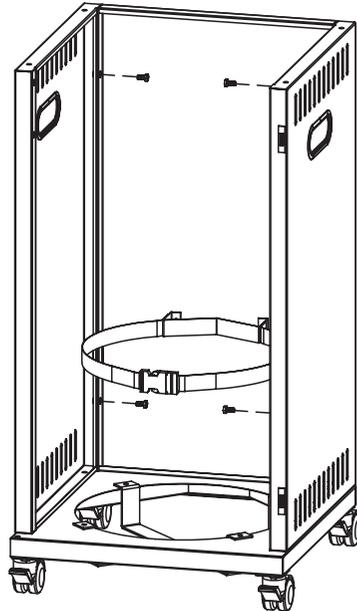

Рис. 8.
5. Установите заднюю панель на левую и правую боковые панели с помощью четырех винтов с шестигранной головкой М6Х12 (обратите внимание, что круговой кронштейн газового баллона должен располагаться внизу) (рис. 8).